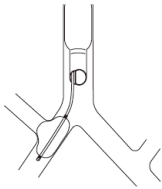

Fig.9
3. Para a toracotomia direita, posicione e insufla o cuff bloqueador de forma a obter uma ligeira herniação do mesmo no brônquio do lobo superior. Isso ajudará a fixar o cuff bloqueador em posição e bloqueará firmemente o brônquio principal direito (Fig. 9).